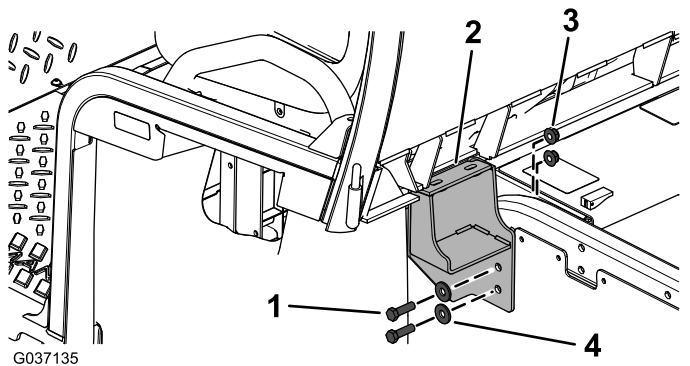

Figure 7
- Fixez légèrement les supports de cabine gauche et droit sur la machine à l'aide des boulons à tête hexagonale (3/8" x 1 1/4"), des rondelles (3/8") et des écrous à embase (3/8"), comme montré à la Figure 7.
- Serrez les supports gauche et droit et serrez les boulons à 58 N·m, comme montré à la Figure 7.